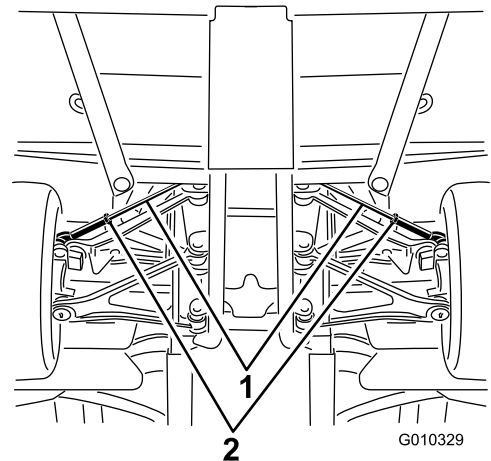

Bild 56
- A. Lösen Sie die Klemmmutter in der Mitte der Zugstange (Bild 56).